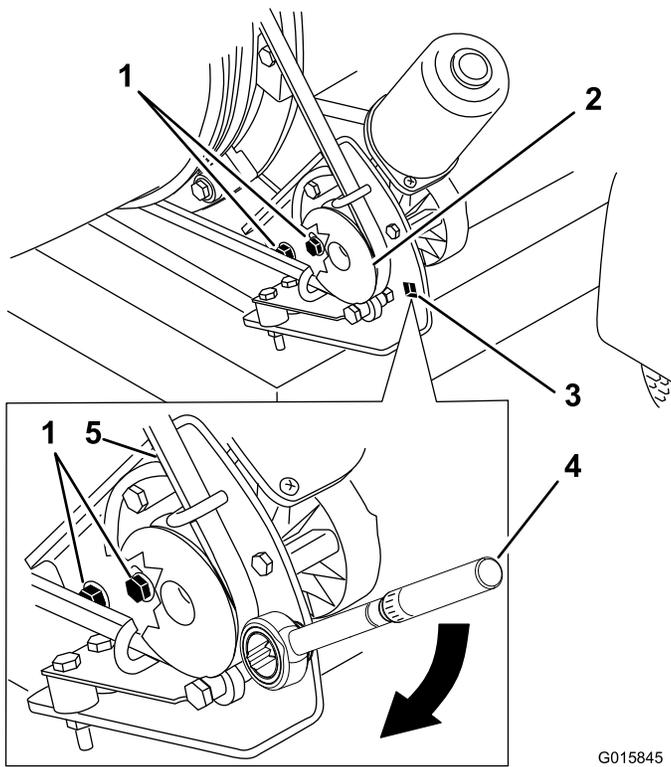

図 28
1. プーリ取り付けブラケットをブローアのフレームに固定しているボルトをゆるめる (図 28)。
2. プーリ取り付けブラケットにトルクレンチをセットする (図 28)。
3. ブラケットがノズルから離れる方向にレンチを締めて、締め付けトルクを 200-230 in-lb (22.6 - 26.0 N-m = 2.3-2.7 kg/cm2) とする (図 28)。